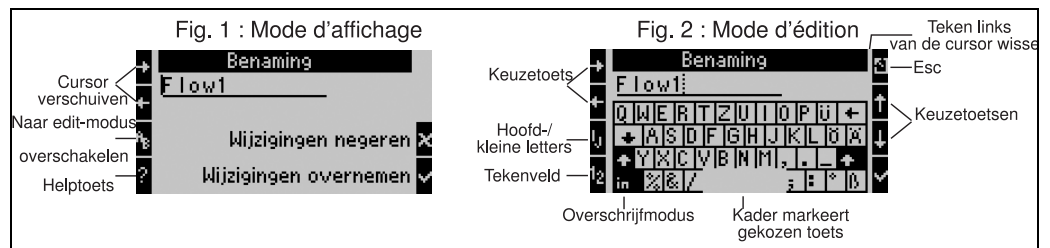

Abb. 18: Voorbeeld: wijzigen van een naam met palmttoetsenbord
1. Met de pijltoetsen de cursor rechts voor het teken plaatsen, voordat een teken moet worden ingevoegd. Indien de totale tekst moet worden gewist en opnieuw moet worden geschreven, cursor geheel rechts plaatsen. (z. Fig. 18, fig. 1)
3. Met ij/IJ en ½ toets het toetsenbord met grote/kleine letter of cijfers kiezen. (z. Fig. 18, fig. 2)
4. Met pijltoetsen gewenste toets selecteren en met vink bevestigen. Indien u tekst wilt wissen, toets geheel rechtsboven kiezen. (z. Fig. 18, fig. 2)
6. Esc-toets indrukken, om van de edit-modus naar de aanwijfmodus over te schakelen en de veranderingen met de vink-toets overnemen. (z. Fig. 18, fig. 1)
- In de edit-modus (z. Fig. 18, fig. 2) kan de cursor niet worden bewogen! Ga met de Esc-toets naar het voorgaande venster (z. Fig. 18, fig. 1) om de cursor op het teken te plaatsen, die moet worden gewijzigd. Dan weer de AB-toets indrukken.